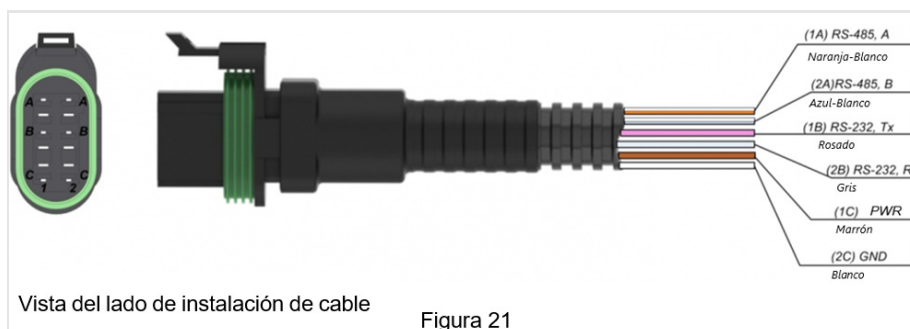

Figura 21
- 7) Los efectos de las patillas del conector y los colores de cable se muestran a continuación (Figura 21).